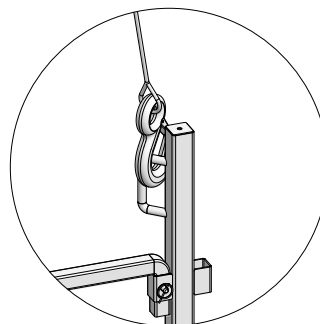

Fig. 50.3
Il est possible d'empiler jusqu'à trois piles de panneaux pour le stockage (Fig. 50.3).
- Utilisez toujours une élingue 4 brins pour le grutage. L'élingue doit être accrochée aux oreilles de levage (Fig. 50.3).